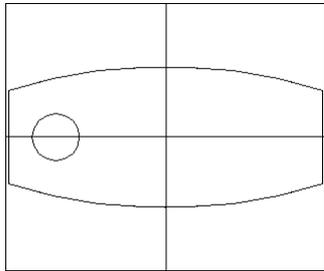

图 14-27
(8) 设置用户坐标系。在命令行直接输入 `ucs`。将新的坐标原点移动到点 `0, 0, 150`。
(9) 切换视图。执行 `View`→`3D Views`→`Plan View`→`current ucs` 命令。
(10) 作圆。单击  按钮或者在命令行直接输入 `circle`。圆心设为 `-70, 0`。半径设为 `15`, 结果如图 14-27 所示。
(11) 重复上述指令, 在右边的对称位置再作一个同样大小的圆。
(12) 单击  按钮或者执行 `View`→`3D Views`→`Front` 命令, 切换到前视图。
(13) 作多义线。单击  按钮或者在命令行直接输入 `pline`。